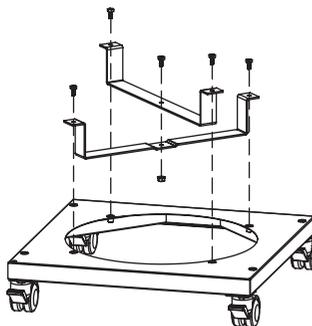

Рис. 5.
2. Закрепите кронштейны А и В крепления газовых баллонов на основании четырьмя винтами с шестигранной головкой М6×12 (рис. 5).